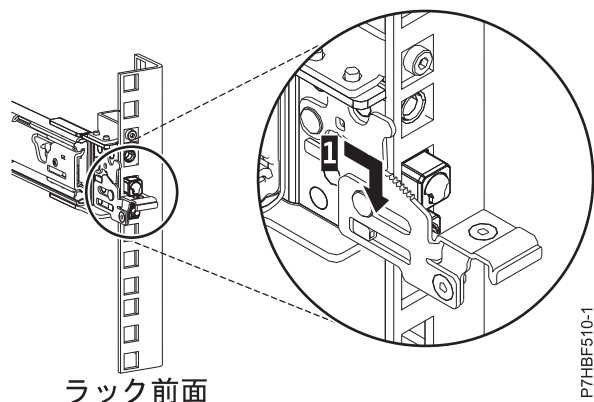

図 22. ラックの前面レールに取り付けられているピン
6. スライド・レールを前方に引き、レール前部の 3 つのピンを、事前にマークを付けた、選択済みの EIA 単位の 穴に挿入します。スライド・レールを下方に下げて (1)、中央のピンのフック機構を噛み合わせます。詳しくは、図 22 を参照してください。